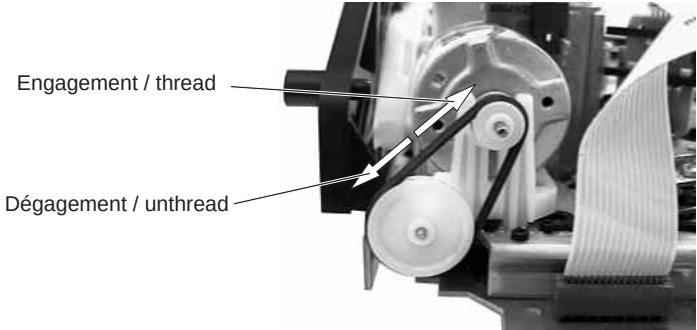

Fig. 3
- Tourner le moteur de chargement dans le sens contraire des aiguilles d'une montre (Fig. 3), jusqu'à la position basse du logement de cassette.
Si en appuyant sur la touche "Eject" la mécanique ne dégage pas la bande et n'éjecte pas la cassette, il est possible d'effectuer manuellement l'opération. Il suffit de tourner l'axe du moteur de chargement (Fig. 3). Pour éviter que la bande ne forme des boucles, actionner simultanément le moteur cabestan (Pos. 127, Fig. 5) dans le sens inverse des aiguilles d'une montre jusqu'à ce que la cassette soit entièrement rembobinée.
- Turn the threading motor counterclockwise (Fig. 3) until the cassette compartment is down.
If the tape deck does not unthread and eject the cassette by pressing the Eject button this function can also be effected manually by turning the driving gear at the threading motor (Fig 3). To avoid slackening of the tape, turn the capstan motor (counterclockwise) (Pos. 127, Fig. 5) and the driving gear alternately until the tape is completely wound up in the cassette.
- Tourner le moteur de chargement dans le sens "engagement de bande" (Fig. 3) jusqu'au déverrouillage du pignon (Pos. 103L, Fig. 6).
- Turn the driving gear of the threading motor in the "threading" direction (Fig. 3) until the gearwheel (Pos. 103L, Fig. 6) disengages.